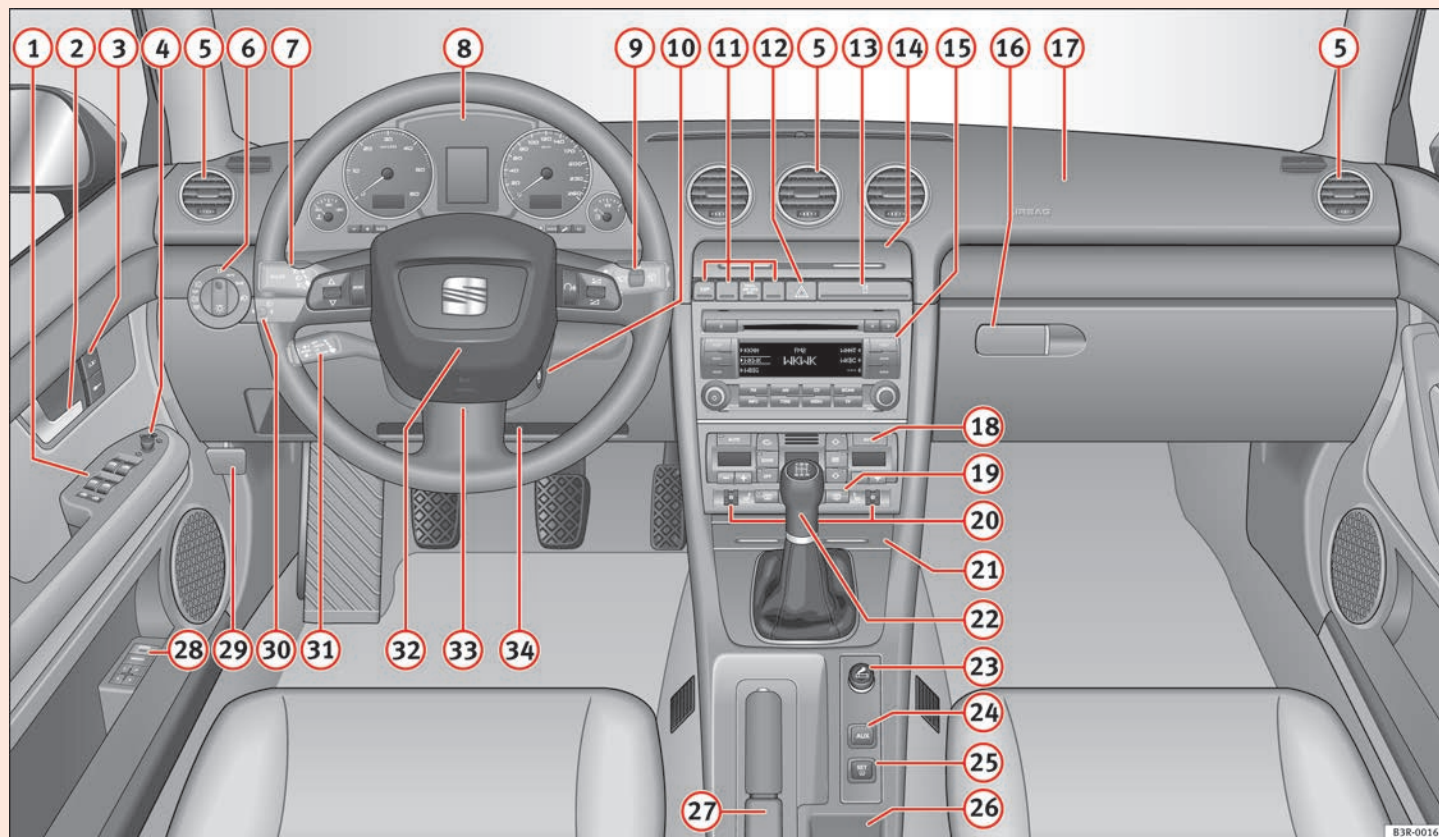

Fig. 36 Alcuni degli strumenti indicati sono disponibili solo per determinati modelli o sono optional disponibili a richiesta.
- Nelle vetture con guida a destra* la disposizione dei comandi è in parte diversa da quella rappresentata nella ⇒ pag. 60, fig. 36. I numeri di riferimento dei comandi sono però gli stessi. ■